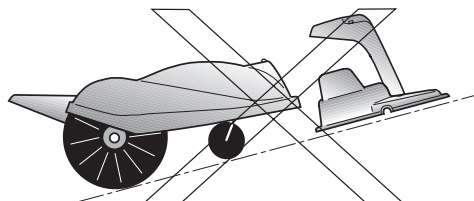

Fig.1
- La station de charge ne doit pas reposer sur un plan incliné (fig. 1).